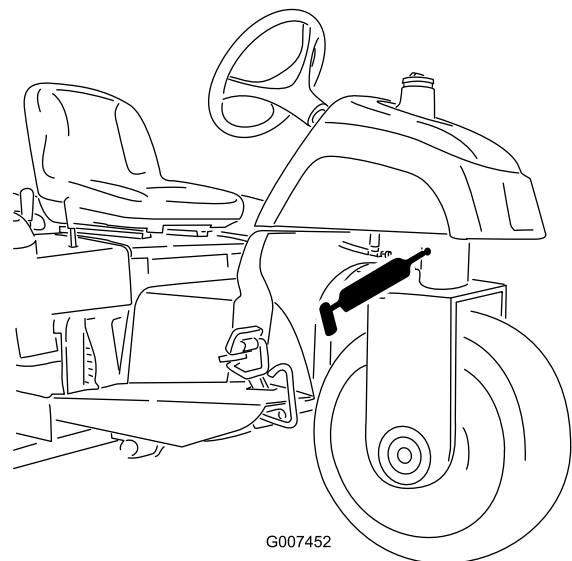

Bild 26
- Lenkzapfen (Bild 26)
**Hinweis:** Für den bündigen Nippel am Lenkzapfen (Bild 26) benötigen Sie einen Fettspritzenadapter. Erhältlich unter der Bestellnummer 107-1998 vom Toro-Vertragshändler.